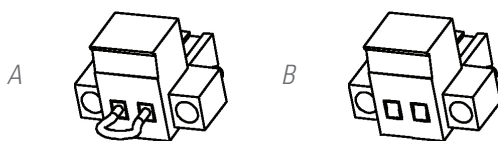

Abb. 14. Stecker für den externen Not-Aus-Schalter.
- ❑ Sobald der Anschlussstecker aus der Steckdose, in der er eingesteckt ist, herausgezogen wird. Dieser Stecker ist an einem Kabel als eine Art Brücke, die den Stromkreis schließt, angeschlossen (siehe Abb. 14-A).
- ❑ Oder, wenn der externe Schalter des Geräts und des Benutzers, der zwischen den Anschlüssen des Steckers installiert ist, betätigt wird (siehe Abb. 14-B) Der Anschluss am Schalter muss mit einem normalerweise geschlossenen Kontakt -NC- ausgestattet sein, der den Stromkreis öffnet, wenn er betätigt wird.